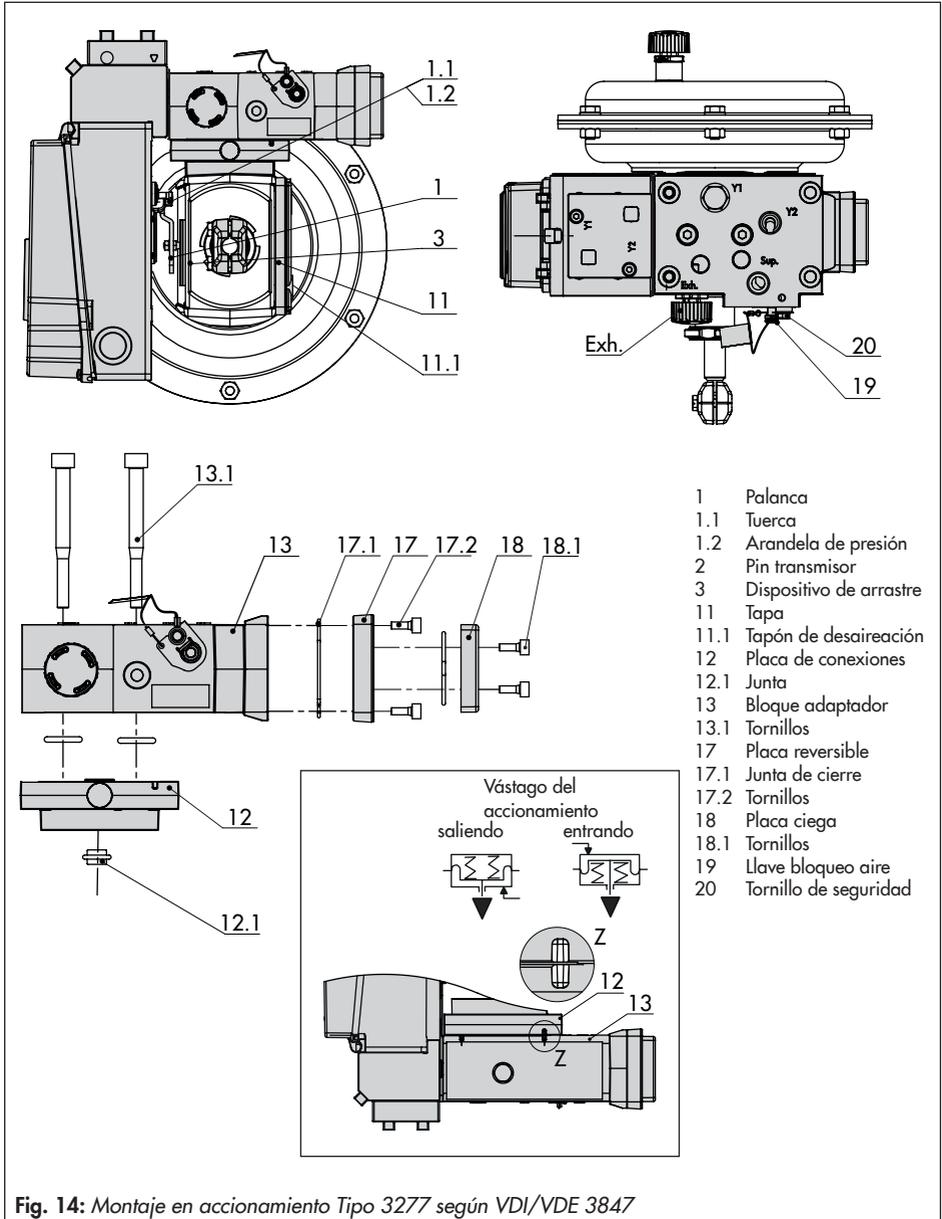

Fig. 14: Montaje en accionamiento Tipo 3277 según VDI/VDE 3847
El posicionador se monta en el puente como se representa en la Fig. 14. En accionamientos con "vástago saliendo del accionamiento" la presión de mando se conduce al accionamiento por una conducción interna en el puente a través de la placa de conexiones (12), y con "vástago entrando al accionamiento" a través de un tubo externo.